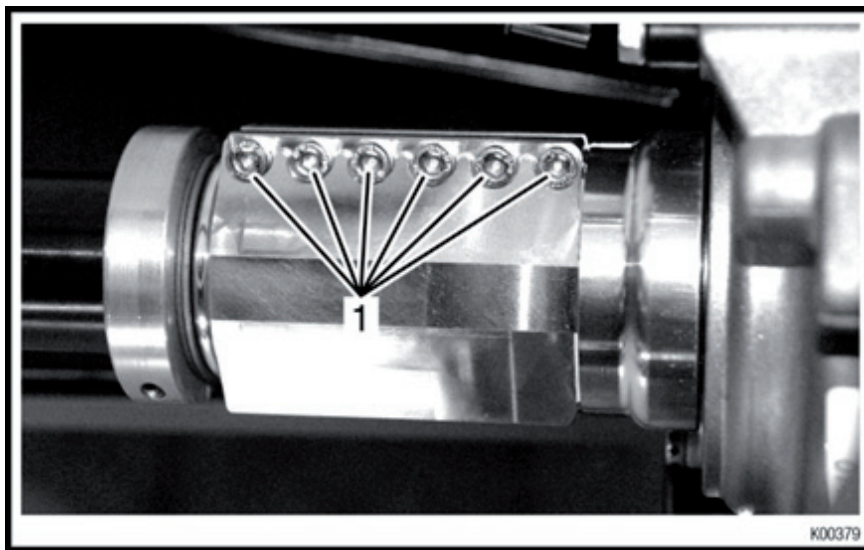
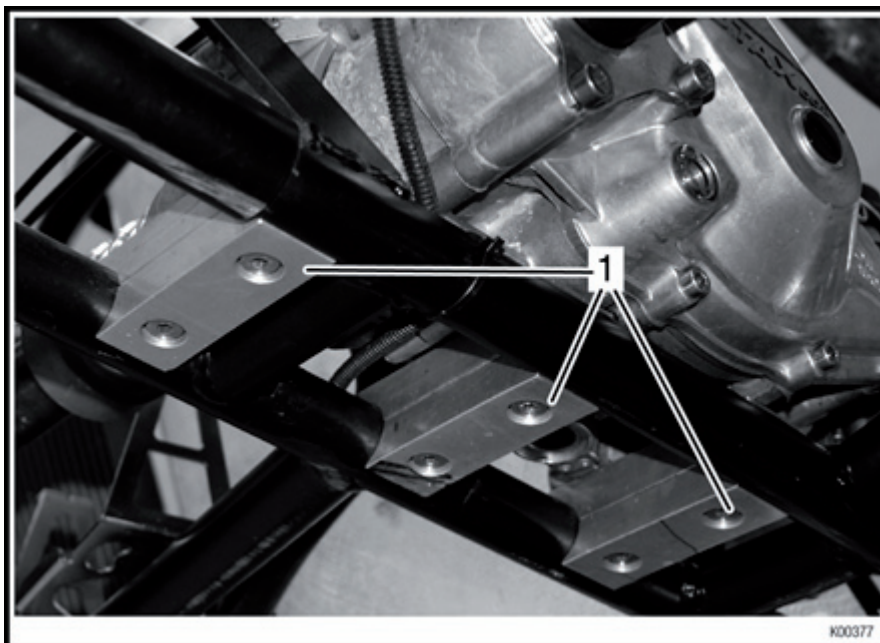

fig.37
fig.38
Voir fig.37 et fig.38
Le moteur doit être fixé au châssis au moyen de 3 supports moteur (rep.1) (fig.38). En raison des dimensions différentes des 2 tubes support des diverses marques de châssis, le support moteur n'est pas inclus dans la livraison.
- ➔ Après alignement du moteur, serrer les 6 vis CHC 8 x 25 à 28 Nm (248 lbf.in.) pour fixer le support supérieur du moteur sur le moteur. Fixer et serrer avec 6 vis CHC M8 x 30 à 22 Nm (195 lbf.in.) le support moteur inférieur à la bride supérieure. Voir fig.38
- ➔ Serrer les 6 vis CHC (rep.1, fig.37) sur le limiteur de couple à 7 Nm (80 lbf.in.).